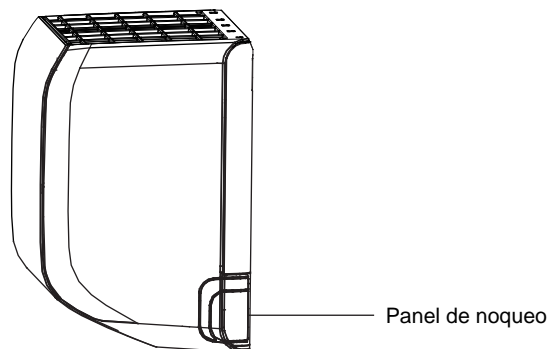

Fig. 4.4
2. Si el agujero de la pared está detrás de la unidad, mantén el panel de noqueo en su lugar. Si el agujero de la pared está en el lado de la unidad interior, retire el panel de plástico de ese lado de la unidad. (Véase Fig. 4.4). Esto creará una ranura a través de la cual sus tuberías podrán salir de la unidad. Utilice unos alicates de punta de aguja si el panel de plástico es demasiado difícil de retirar a mano.